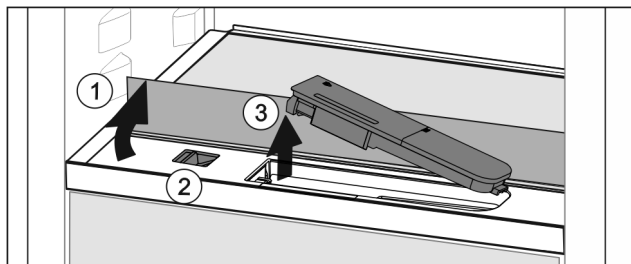

Fig. 51
- ▶ Stekleno ploščo dvignite in jo sklopite nazaj do omejevalnika Fig. 51 (1).
- ▶ Drsnik Fig. 51 (2) potisnite v levo.
- ▶ Odstranite rezervoar za vodo Fig. 51 (3).